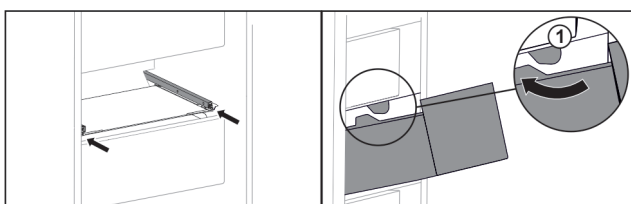

Fig. 39
- ▶ Schubfach um die Stopper Fig. 39 (1) herumführen.\*